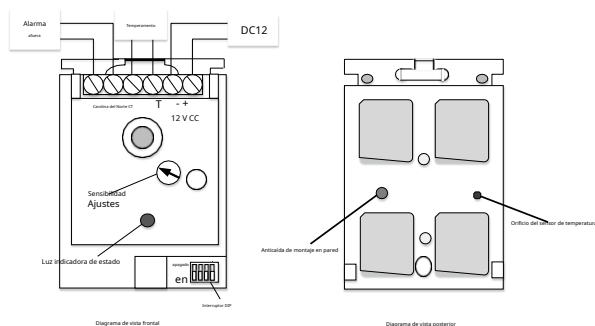

Figura 1
4.4.4 Prueba de alarma de temperatura: Cuando se activa continuamente. Al aplicar calor al orificio sensor de temperatura (como se muestra en la Figura 1) con una pistola de calor de alta potencia u otro equipo generador de calor, el detector activará una alarma. Durante una alarma de aumento de temperatura, la luz roja parpadeará continuamente durante 3 segundos.